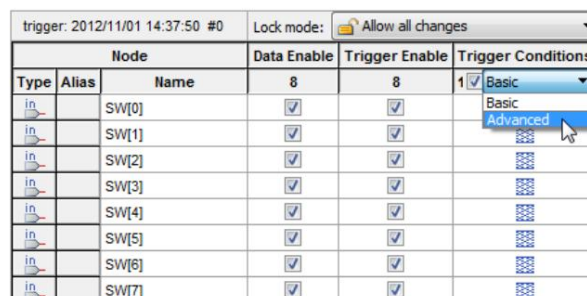
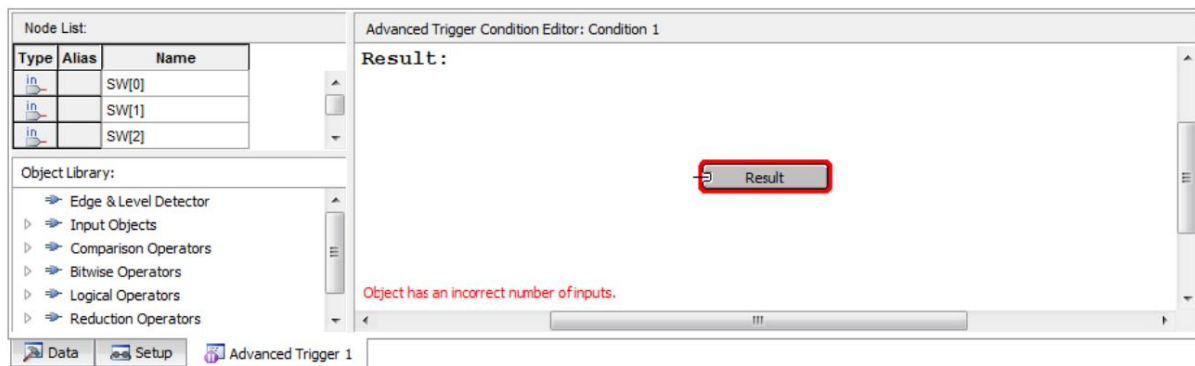

Figure 17. Sélectionnez Avancé dans le menu déroulant Niveau de déclenchement.
Figure 18. La fenêtre d'édition du déclencheur avancé.
3. Dans la colonne Conditions de déclenchement de la liste des nœuds, assurez-vous que la case est cochée et sélectionnez Avancé dans le menu déroulant comme dans la Figure 17. Cela fera immédiatement apparaître la fenêtre de la Figure 18. Cette fenêtre vous permet de créer un circuit logique en utilisant les différents nœuds que vous sondez avec SignalTap.